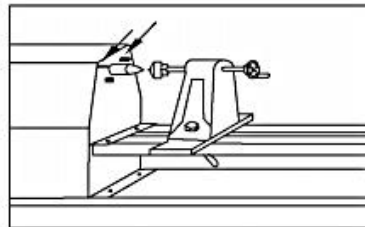

Figure 2
3. Draai de vier zeskantbouten rond het aandrijfcentrum los (zoals in afbeelding 2).